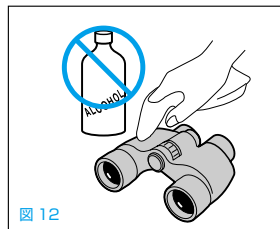

図 12
8. 本体のお手入れは、ブロー*でゴミやホコリを軽く吹き払ったあと、柔らかい清潔な布で軽く拭いてください。とくに、海辺等で使ったあとは、湿った柔らかい清潔な布で塩分を拭き取り、次に乾いた布で軽く拭いて乾かしてください。ベンジンやシンナーなどの有機溶剤や、有機溶剤を含むクリーナーなどを汚れ落としに使わないでください。(図 12)